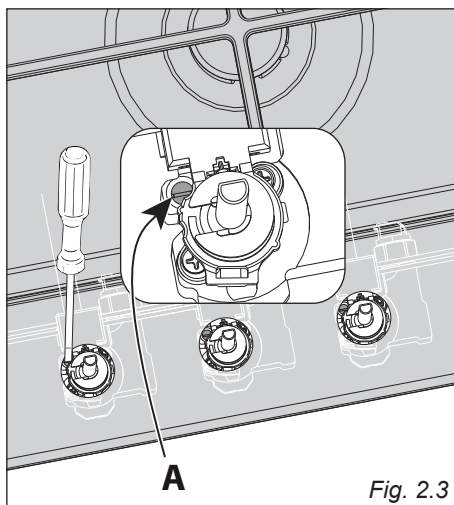

Fig. 2.3
- Med en flat skrutrekker dreies skruen "A" inntil flammen har en korrekt lengde (Fig. 2.3).